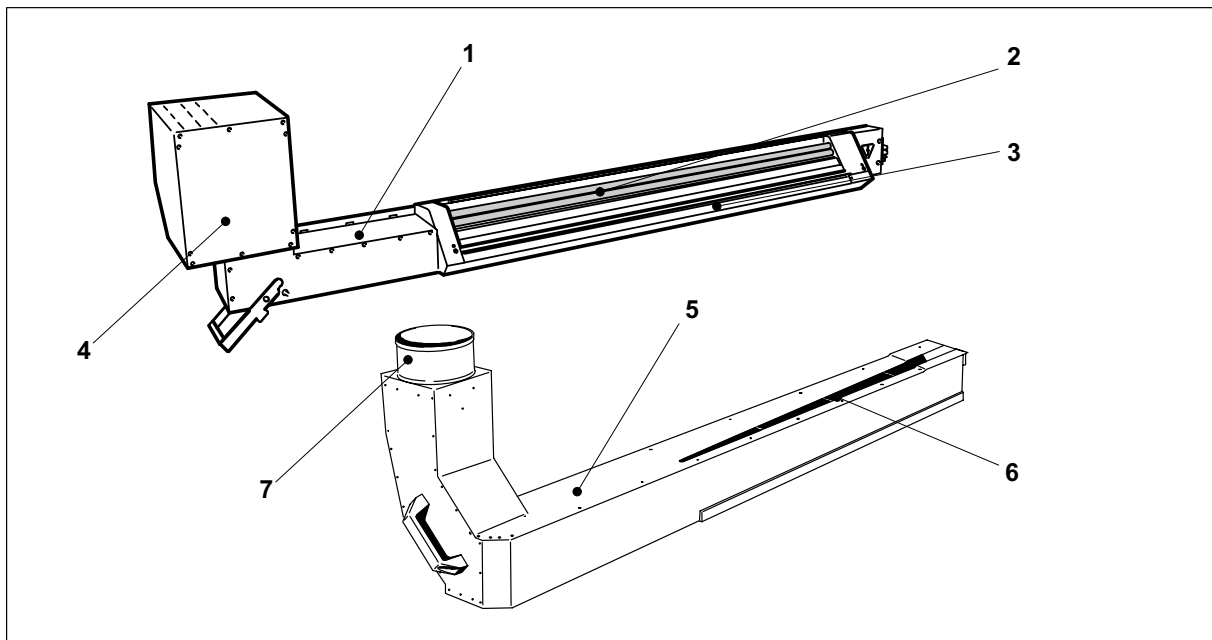

Fig. 18 Secador intermedio (IR)
El secador intermedio (IR) va instalado en el último cuerpo impresor, debajo del estribo de la máquina de imprimir. Los radiadores IR (Fig. 18/2) del secador intermedio (IR) generan una intensa radiación de calor que seca los pliegos que pasan.
El soplador integrado (Fig. 18/4) genera aire para refrigerar los radiadores IR y abastecer las toberas de aire frío integradas (Fig. 18/3). El aire de escape del proceso es succionado por el módulo de aspiración (Fig. 18/5) a través de las ranuras (Fig. 18/6) y conducido al armario del secador a través de la tubuladura de empalme para aire de aspiración (Fig. 18/7).